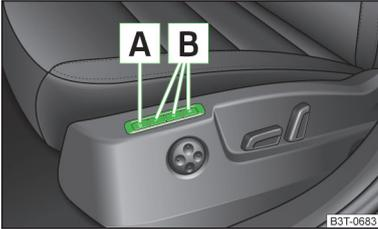

Abb. 56
Die Memory-Funktion für den Fahrersitz bietet die Möglichkeit, die Fahrersitz- und Außenspiegelposition zu speichern. Jeder der drei Speichertasten  » Abb. 56 kann eine Einstellposition zugeordnet werden.
- › Die Taste   » Abb. 56 drücken.
- › Die gewünschte Speichertaste  » Abb. 56 drücken.
- › **Kurz** die gewünschte Speichertaste  » Abb. 56 bei eingeschalteter Zündung drücken.
- › Eine beliebige Speichertaste  » Abb. 56 auf Seite 70 drücken und gedrückt halten. Nachdem der Sitz die unter der betreffenden Taste gespeicherte Position eingenommen hat, gleichzeitig die Taste  auf dem Funkschlüssel innerhalb von 10 Sekunden drücken.
- › Die (SET)-Taste **A** » Abb. 56 auf Seite 70 drücken und gedrückt halten. Gleichzeitig die Taste **B** auf dem Funkschlüssel innerhalb von 10 Sekunden drücken.